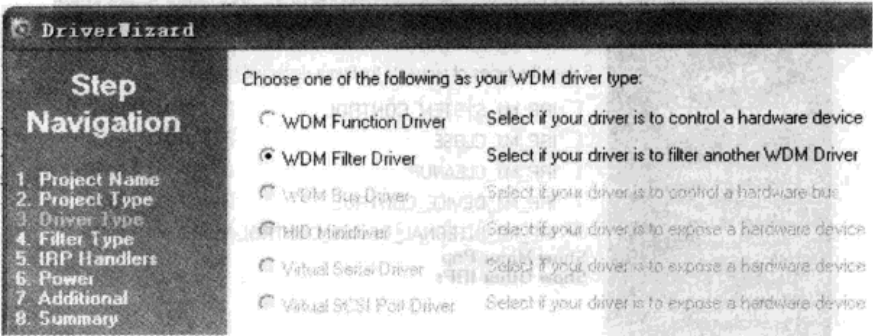

图 10.2.3 选择驱动的类型
(3) 选择驱动的类型。在选择驱动类型对话框中选择驱动类型为 WDM 过滤驱动(WDM Filter Driver)，然后单击 Next 按钮，如图 10.2.3 所示。